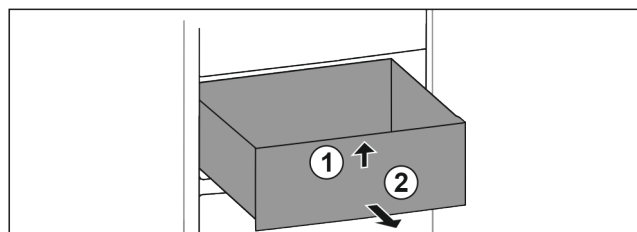

Fig. 57
- ▶ Soulever la partie avant du tiroir. Fig. 57 (1).
- ▶ Retirer le tiroir par l'avant. Fig. 57 (2)